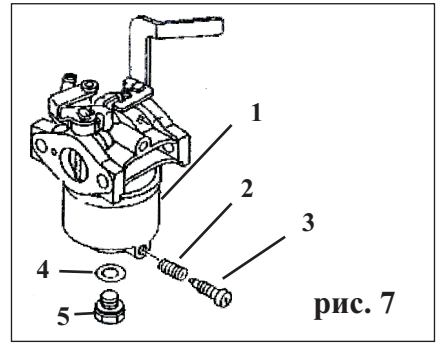

рис. 7
6.7.3 Слейте топливо из поплавковой камеры карбюратора, вывинтив пробку **3** (рис.7) После слива установите пробку на место и затяните.
6.7.4 В модификациях в которых отсутствует винт слива, бензин сливать вывинтив болт **5** (рис.7) крепления поплавковой камеры **1** (рис.7), придерживая камеру.